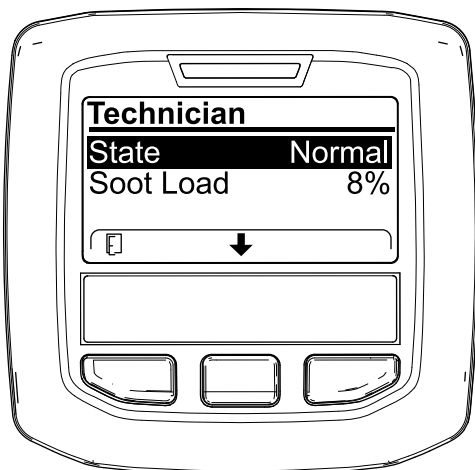

Figure 34
- Servez-vous du tableau de fonctionnement du FAP pour comprendre l'état actuel de fonctionnement du FAP (**Figure 34**).